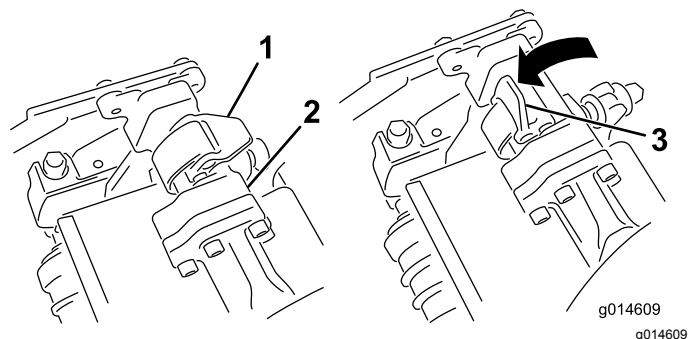
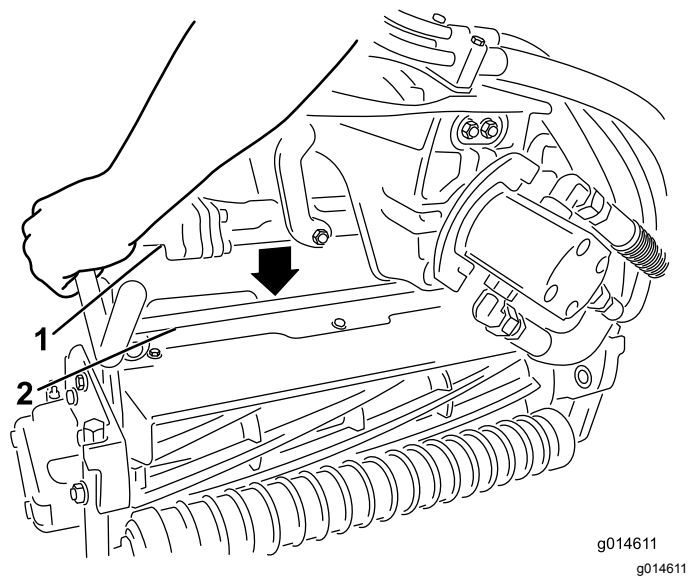

Figura 11
Figura 12
5. Com os fechos na barra do braço de suspensão a apontar para cima (i.e. abertos) (Figura 11), empurre o braço de suspensão para baixo de forma a que a barra passe pela barra através da parte superior da unidade de corte (Figura 12).
6. Feche os fechos para baixo e em redor da barra da unidade de corte e bloqueie-os no sítio (Figura 11).